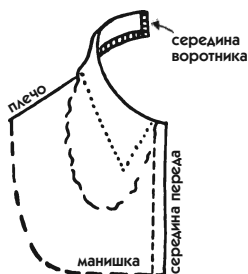

Рис. 409
- Прикрепите его к горловине изделия на фигуре (см. рис. 409).
- Наметьте конец воротника (заостренный или закругленный в зависимости от модели), как показано пунктирной линией на рис. 409.
6. Чтобы начертить линию отлета и концы воротника, обратитесь к описанию рис. 409 и 389 (классическая высота по середине воротника — 7,5 см).